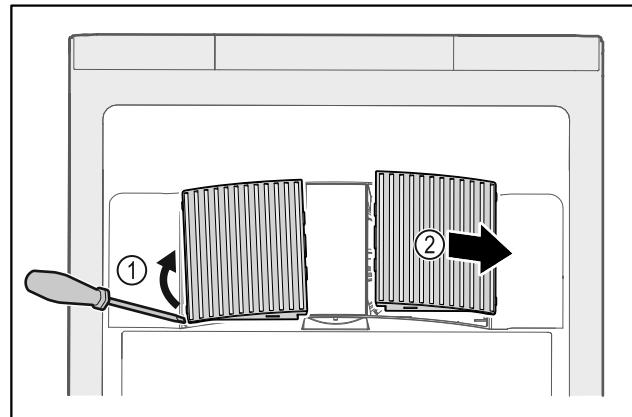

Fig. 145
- Ventilatorabdeckungen vorsichtig von der Seite herausheben Fig. 145 (1) und nach vorne abnehmen Fig. 145 (2).